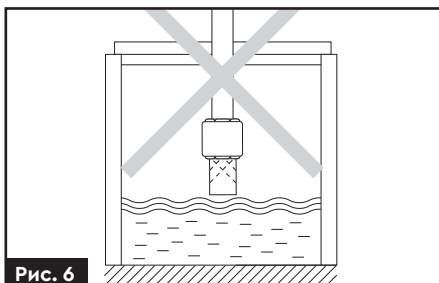

Рис. 6
- Зворотний клапан з фільтром грубого очищення не має бути на рівні або вище за дзеркало води (**рис. 6**).